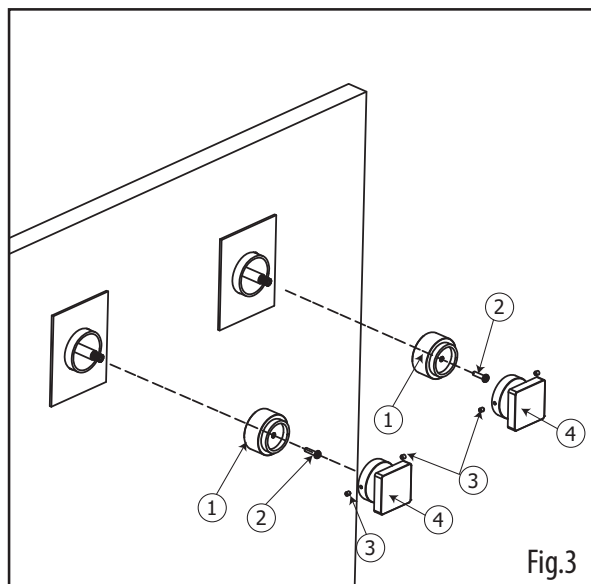

Fig.3
Insert the shut-off handle adapters (1) onto the shut-off valve broaches. Secure them with supplied screws (2). Afterwards, insert handles (4) to all adapters and secure each of them with 2 supplied set screws (3) (fig.3).
Placer les adaptateurs (1) sur la tête des valves d'arrêt. Les fixer avec les vis (2) fournie. Ensuite, insérer les poignées (4) sur les adaptateurs et fixer chacune avec les 2 vis de retenues (3) fournies (Fig.3).
Insert the thermo broach extension (6) onto the thermo cartridge broach. Afterwards, insert the thermo handle adapter (7) onto the thermo broach extension (6). Make sure the temperature limit stopper button is aligned with the 100°F / 38°C mark on the trim (5) (fig.3). Secure the adapter with supplied screw (8). Insert handle (9) and secure it with the 2 supplied set screws (10).
Insérer la rallonge pour cartouche thermostatique (6) sur la cartouche thermostatique. Ensuite, insérer l'adaptateur (7) sur la tête de la rallonge (6). Assurez-vous que le bouton du limiteur de température soit aligné avec la marque de 100°F / 38°C inscrite sur la plaque (5) (Fig.3). Fixer ensuite l'adaptateur (7) avec la vis (8) fournie.